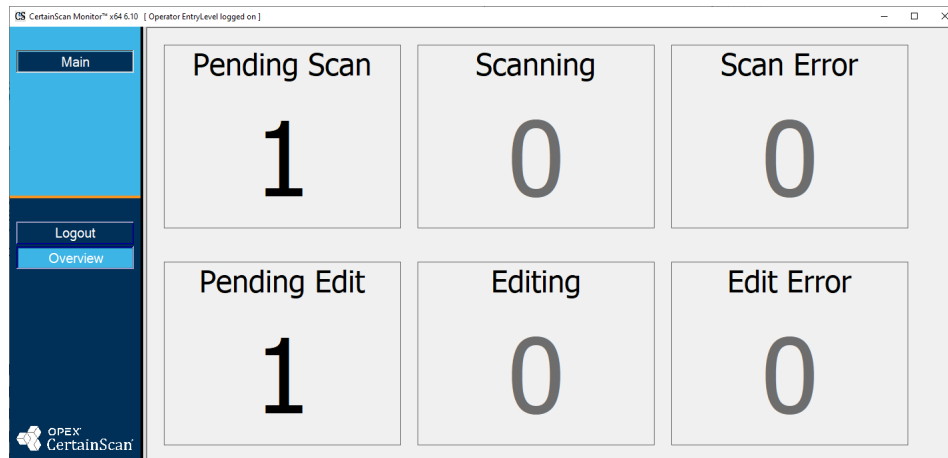

Abbildung 2-3: Hauptbildschirm der Einsteigerebene
- **Einsteigerebene:** Die Stapelübersicht wird angezeigt (Abbildung 2-3).